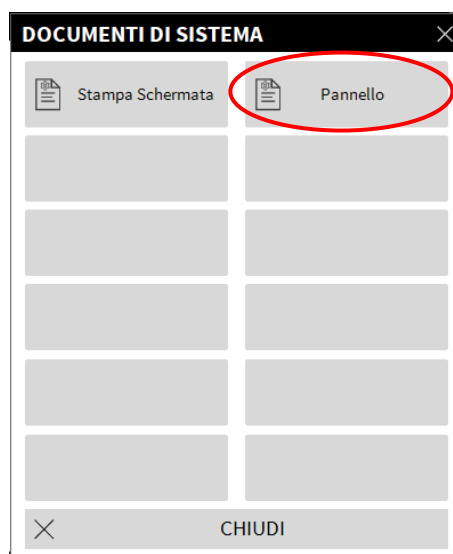

Fig 33
Si aprirà il menù seguente (Fig 33).
- Cliccare il pulsante **Pannello** (Fig 33).